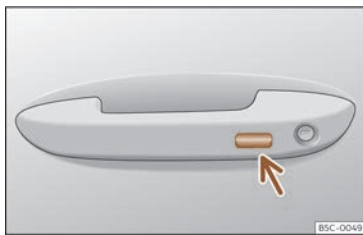

Fig. 83 Poignée de la porte : surface sensible.
- **OU** : à l'aide du système Keyless Access (verrouillage uniquement) : Appuyez un doigt pendant quelques secondes sur la surface sensible de verrouillage >>> **fig. 83** (flèche) de la poignée de porte jusqu'à ce que les vitres et le toit ouvrant se ferment. Si vous cessez de toucher la surface sensible, la fonction d'ouverture/fermeture s'interrompt.
Appuyez un doigt pendant quelques secondes sur la surface sensible de verrouillage >>> fig. 83 (flèche) de la poignée de porte jusqu'à ce que le toit ouvrant se ferme. Si vous cessez de toucher la surface sensible, la fonction d'ouverture/fermeture s'interrompt.